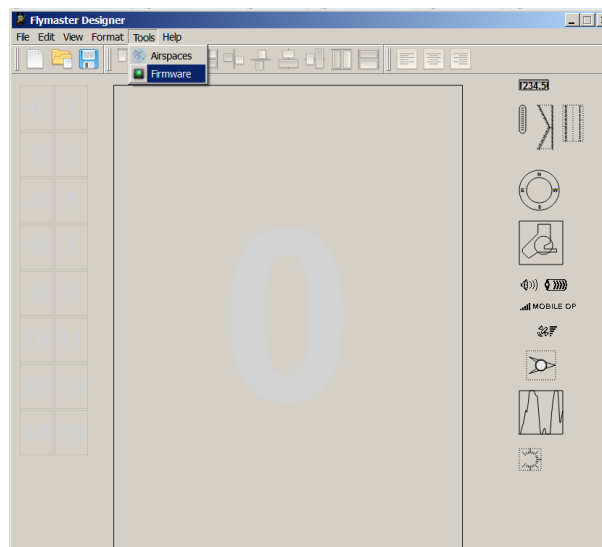

FIGURE 7.1 – Menu d'option du logiciel
2. Sélectionnez Tools->Firmware (voir Figure 7.1) ;